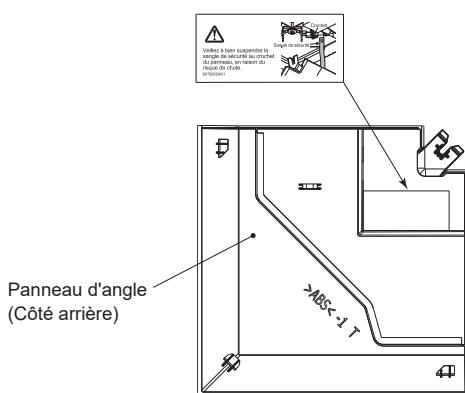

Fig. 6-14
6.7. Étiquette en français (Fig. 6-14)